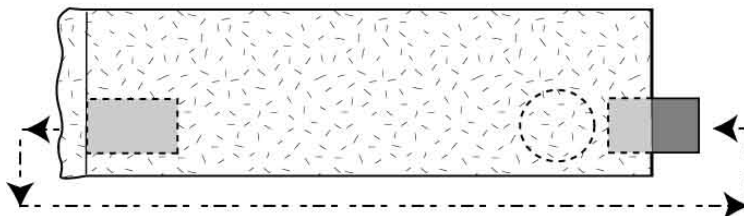

Figure 4 - Mise en en place du manchon
- Sortir le manchon du logement de transport et le placer à l'entrée du collecteur central (voir figure 4).